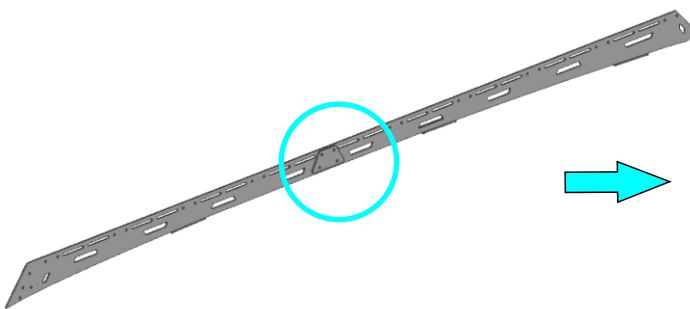
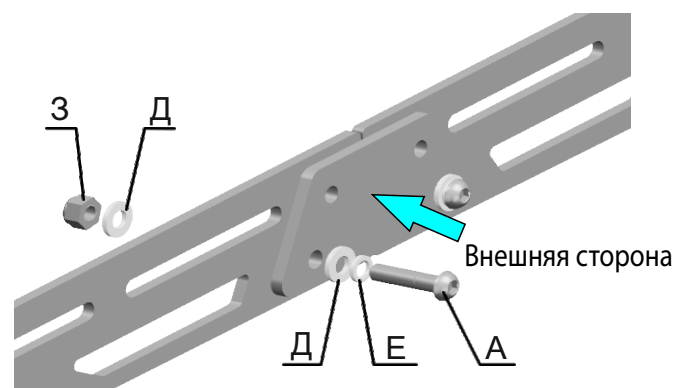

Рис. 10
Рис. 11
8. Соедините и закрепите левые кронштейны (поз. 3 и 4) с помощью соединительной пластины (поз. 5) и прилагаемого крепежа: винтов М6х25, шайб 6, шайб 6 гровер. и гаек М6 (поз. А, Д, Е, З), как показано на рис.10 и рис.11.